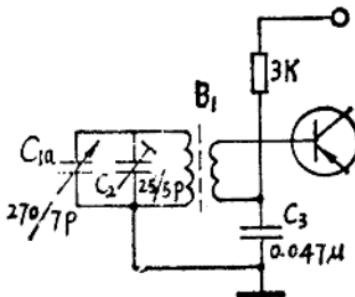

图1—5 百泉731—A型收音机输入回路
2. 输入回路的实际电路：图1—5是百泉731—A型收音机的输入回路。 $B_1$ 是绕在天线磁棒上的线圈， $B_1$ 的初级线圈与可变电容器 $C_{1a}$ 组成串联谐振回路。当改变 $C_{1a}$ 的容量，从最大到最小（或者相反）时，可使回路在中波段（535千赫至1605千赫）内分别谐振于所需任一电台的频率，初级电感上的谐振电压耦合到次级，并送至变频管基极。这就是调谐选台的过程。微调电容 $C_2$ 是可变电容 $C_{1a}$ 的补偿电容，用以保证回路能覆盖整个波段。
1. 变频电路的作用：在超外差式收音机中，输入回路之后连接的是变频电路。其主要作用是，将输入回路送来的调幅信号的载频，由高频变为比高频低而又比音频高的“中频”，而且变换前后仅是载波频率的改变，信号的包络不变，即调幅信号的形状不变，如图1—6所示。我国规定的中频为